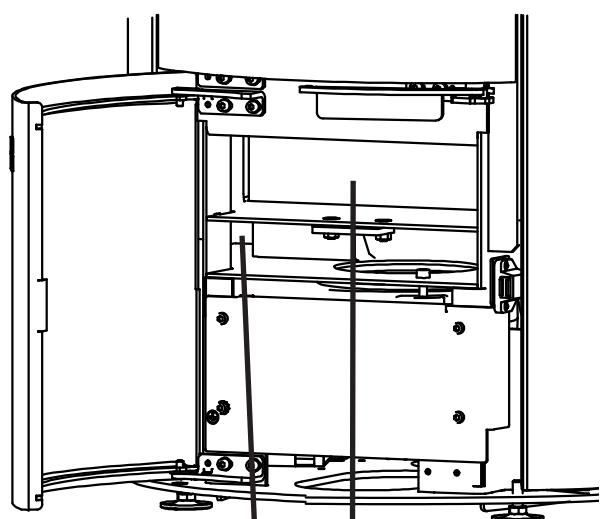

Fig.7b 12 13
- Le cendrier se trouve derrière la porte de visite. Pour nettoyer, défaire le verrou du cendrier pour sortir le cendrier vers l'avant. Nettoyer par la même occasion la partie qui se trouve sous le cendrier (voir Fig.7b).